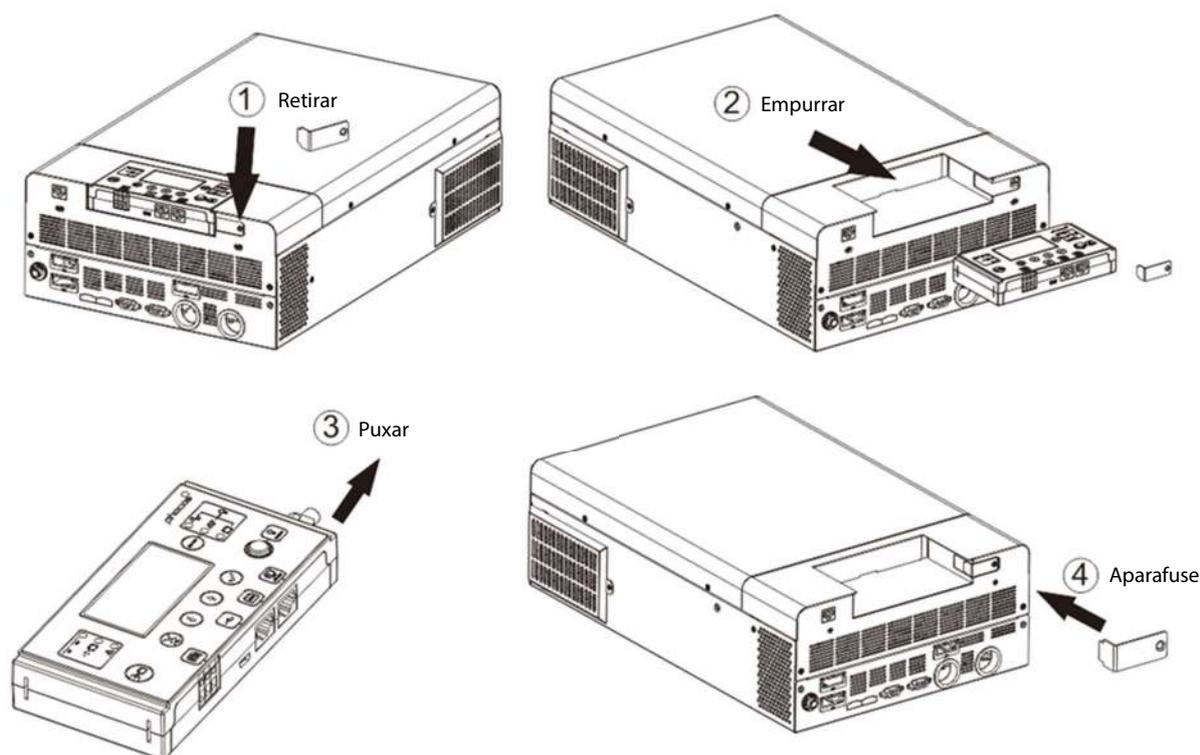

Fig. 11: Remoção remota do monitor
1. Remova o parafuso que prende o suporte na parte inferior do módulo da tela (**Fig. 11** → ①) e empurre levemente a unidade de exibição do estojo enquanto remove o suporte de metal.
2. Continue empurrando o módulo da tela para baixo, tomando cuidado para não danificar o cabo conectado (**Fig. 11** → ②).
3. Remova o cabo conectado ao módulo de exibição (**Fig. 11** → ③).
4. Aparafuse o suporte removido **Fig. 11** → ① de volta no lugar (**Fig. 11** → ④).